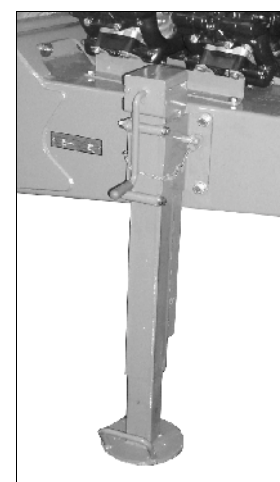

Рис. 42
- Опорная стойка опускается (Рис. 42) когда машина отсоединена.